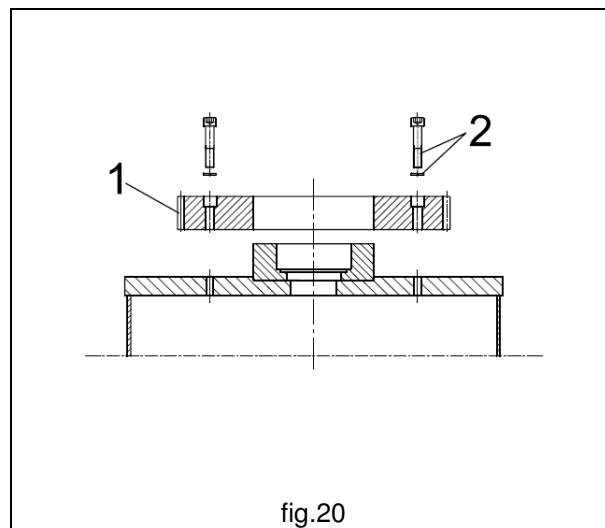

fig.20
8. Pour la version électrique positionner la couronne dentée **1**, sur le haut de la colonne, la fixer avec les vis et rondelles **2**, couple de serrage de 220 Nm (fig.20).